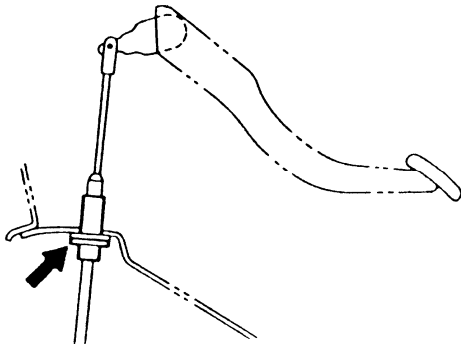

图 3-2 调整离合器踏板自由间隙
(2) 如图 3-2 所示，如离合器踏板自由间隙不在标准数值范围内，转动离合器钢丝绳上的调节螺母进行调整。